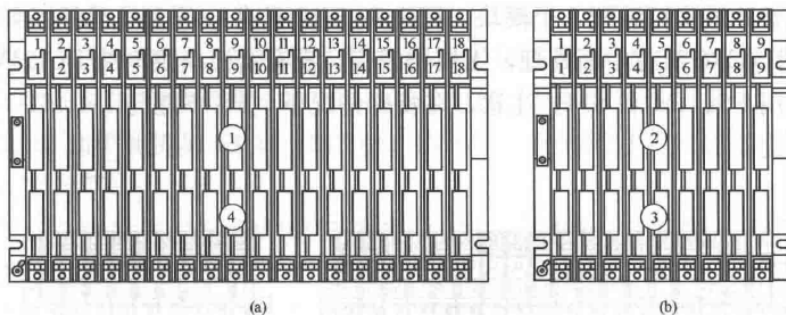

图 1-12 通用机架 UR1/UR2
答：UR1 和 UR2 为通用机架，可用于装配 CPU 模块和扩展单元。UR1 为带 18 个插槽的机架，最多可装配 18 个模块；UR2 为带 9 个插槽的机架，最多可装配 9 个模块。UR1 和 UR2 都有 I/O 总线和通信总线，①+②可作为 I/O 总线，③+④构成通信总线，如图 1-12 所示。UR1 和 UR2 机架可用于装配 CR 或 ER，当 UR1 或 UR2 用做 CR 时，可以安装除接收 IM 之外的所有 S7-400 模块，且必须安装一个 PS 和一个 CPU 模块，扩展时可连接 21 个扩展单元，但必须插入 IM 发送接口模块，且最多只能插入 6 个 IM。当 UR1 或 UR2 用做 ER 时，可以安装除 CPU 和发送 IM 外的所有 S7-400 模块，注意，在特殊情况下，PS 不能与 IM461-1 接收模块一起使用。